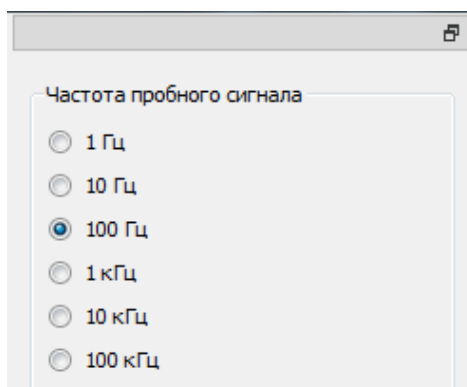

Рисунок 14. Выбор частоты пробного сигнала
- Кнопками «Частота пробного сигнала» (рисунок 14) выбирается частота генерируемого на выходе измерительных щупов сигнала для снятия ВАХ.